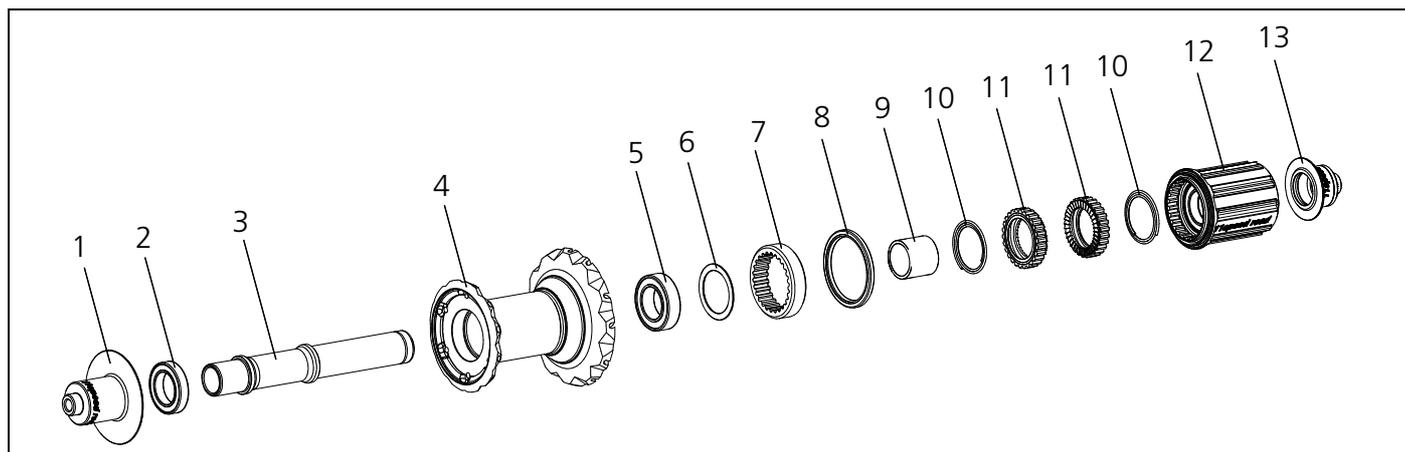

Abbildung 3.1: DICUT Nabe
2. Endanschlag (Abb.3.1, S.22/13) in den Achshalter einspannen.
4. Rotor (Abb.3.1, S.22/12) mit einer der beiden Federn (Abb.3.1, S.22/10) von Hand abziehen.
5. Beide Zahnscheiben (Abb.3.1, S.22/11) abnehmen.
6. Hülse (Abb.3.1, S.22/9) und zweite Feder (Abb.3.1, S.22/10) abnehmen.
1. Zahnscheiben (Abb.3.1, S.22/11) reinigen, auf Verschleiss prüfen und bei Bedarf tauschen.
2. Rotor (Abb.3.1, S.22/12) auf Beschädigungen wie Risse etc. prüfen.
1. DT Swiss Spezialfett mit einem feinen Pinsel gleichmässig auf die Stirn- und Aussenverzahnung der Zahnscheiben (Abb.3.1, S.22/11) aufbringen.
3. Verzahnung des Gewinderings (Abb.3.1, S.22/7) mit DT Swiss Spezialfett fetten.
4. Hülse (Abb.3.1, S.22/9) und die erste Feder (Abb.3.1, S.22/10) auf die Achse schieben.
5. Beide Zahnscheiben auf (Abb.3.1, S.22/11) die Achse schieben.
8. Endanschlag (Abb.3.1, S.22/13) auf die Achse aufstecken.